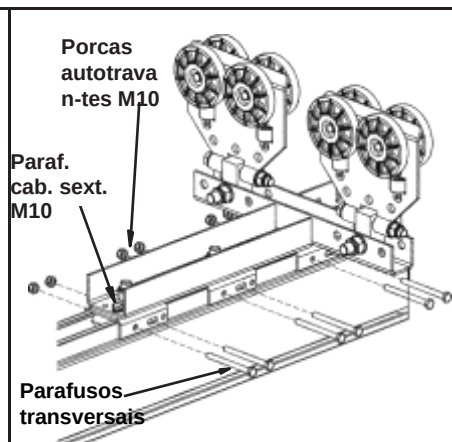

Figura 3-51
- Etapa 1. Remova os parafusos transversais dos três (3) suportes de montagem e deslize os suportes de montagem do trilho na parte superior do canal de suporte e nas três (3) placas de toque no canal de suporte na parte superior do trilho da pista. Consulte a Figura 3-51